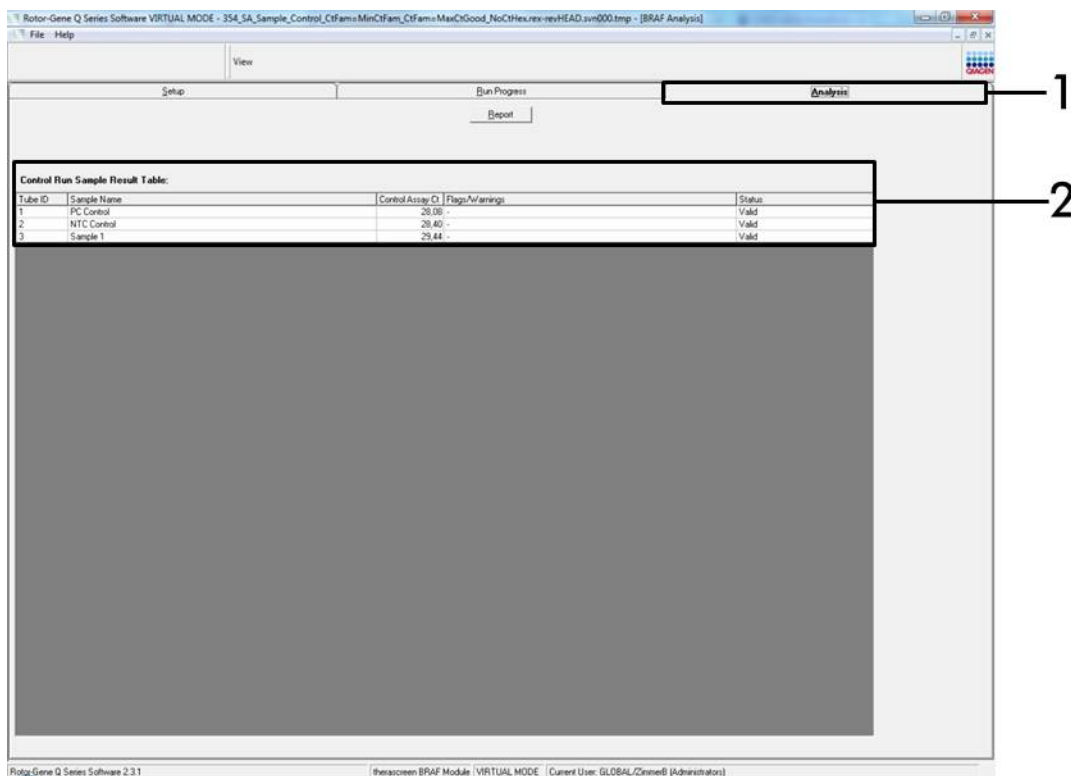

Figure 9. Onglet « Analysis » et rapport de résultats (1 = onglet « Analysis », 2 = « Sample QC Result Table » (tableau des résultats de CQ d'échantillons)).
Remarque : s'il ne s'ouvre pas, cliquer dessus (figure 9).
17. Les résultats de contrôle sont rapportés comme suit dans le tableau « Sample QC Result Table » (figure 9).